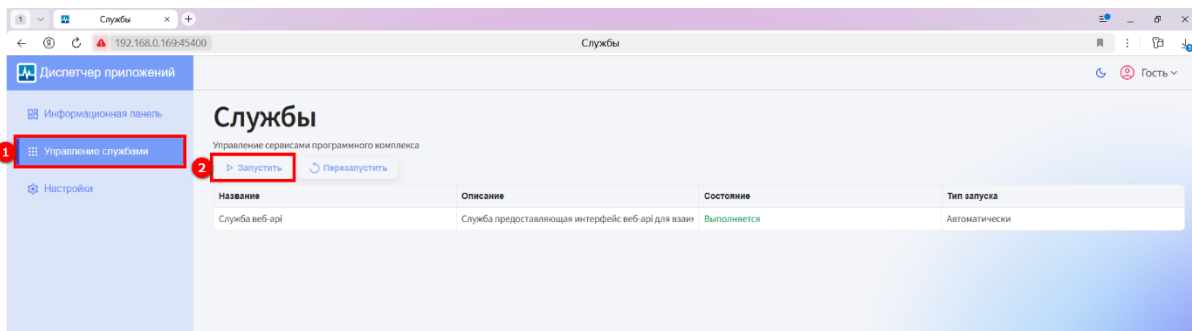

Рисунок 2 – Запуск службы веб-арі
Далее во вкладке **Управление службами** (1) (см. рисунок 2) запустить службу **веб-арі**, нажав кнопку **Запустить** (2).